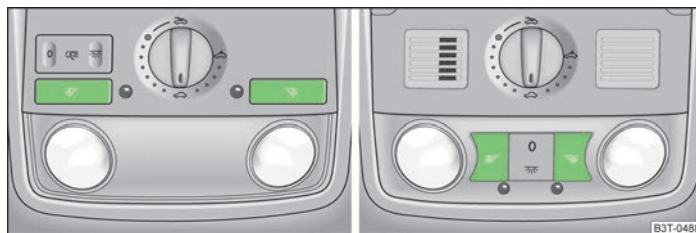

Fig. 38 Lamparitas de lectura
- Pulsar el interruptor  » fig. 38 para conectar y desconectar las luces de lectura.